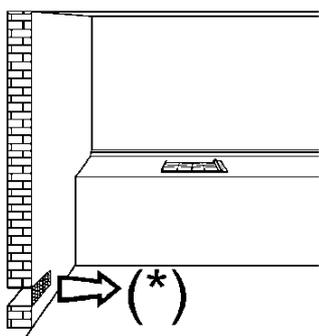
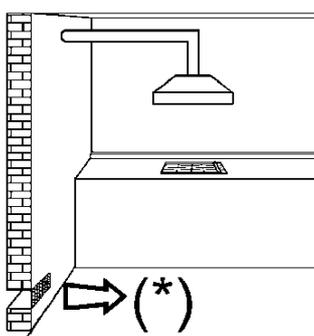

FIG. 4
FIG. 5
- el uso de una parrilla a gas produce calor y humedad en el local donde ha sido instalado. En consecuencia, es necesario garantizar una buena ventilación del local manteniendo libres de obstáculos las ranuras de ventilación natural (fig. 3) y activando un dispositivo mecánico de ventilación (campana de aspiración o electroventilador fig. 4 y fig. 5).
Las parrillas a gas deben descargar siempre los productos de la combustión por medio de campanas conectadas a chimeneas, a tubos de humos o directamente al exterior (ver fig. 4).
En caso de que no sea posible aplicar la chimenea y siempre que se respeten totalmente las disposiciones relativas a la ventilación mencionadas en las normas vigentes, está permitido utilizar un ventilador instalado sobre una ventana o sobre una pared que dé al exterior, el cual deberá encenderse al mismo tiempo que el aparato (ver fig. 5).